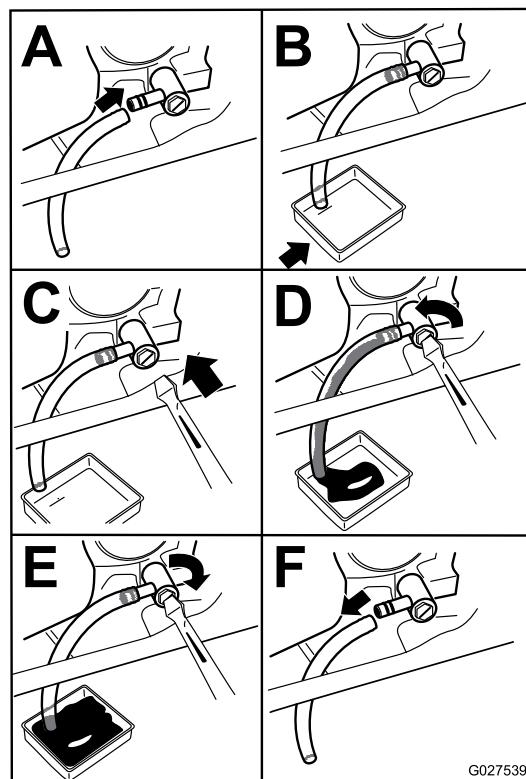

Figura 41
4. Purgue o óleo do motor (Figura 41).